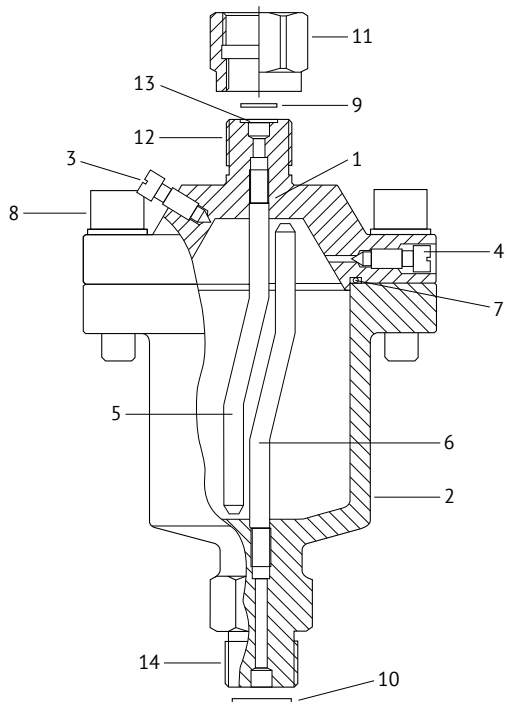

Рис. 1. Разделитель гидравлический безмембранный:
### 4.1 Внешний вид панели показан на Рис. 1.
4.2 Разделитель состоит из *верхней 1 (Рис. 1) и нижней 2 части*. В обе части герметично вкручены *трубки 5 и 6*. В верхней части расположены *винты 3 и 4* для заполнения разделителя рабочими жидкостями. Для присоединения поверяемых СИ на верхней части имеется *штуцер 12* с резьбой M20×1,5 LH, на который накручивается (против часовой стрелки) *присоединительная гайка 11*. Для уплотнения присоединяемых СИ используется *резинометаллическое уплотнение 9*, которое устанавливается в *проточку 13* штуцера. Данное уплотнение